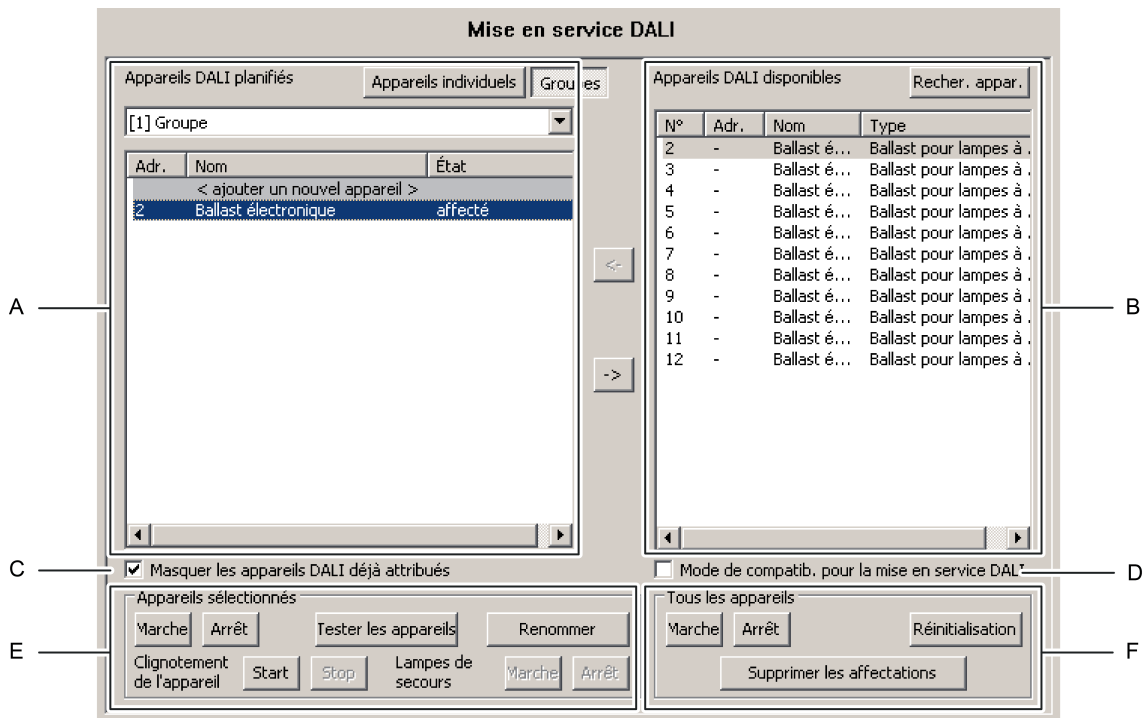

Figure 60: Parties de la fenêtre de l'environnement de mise en service
La fenêtre de l'environnement de mise en service du plug-in est divisée en deux parties. Les équipements trouvés dans le système DALI sont listés dans la partie droite de la fenêtre. Les groupes créés sont affichés dans la partie gauche de la fenêtre. L'affectation des appareils DALI aux groupes ou appareils individuels conçus s'effectue également à cet endroit (figure 60).
Lors de la première mise en service, aucun équipement DALI n'est affiché dans la partie droite de la fenêtre (B) (figure 60). Pour poursuivre la mise en service, il faut tout d'abord chercher les équipements raccordés à la ligne DALI. Afin que la passerelle DALI puisse trouver et identifier tous les équipements DALI raccordés pendant la recherche des appareils, le système DALI doit être raccordé entièrement et activé sans interruption ! L'alimentation en tension secteur de la passerelle DALI doit en outre être activée.
Dans les cas particuliers, il est possible d'affecter les équipements à plus d'un seul groupe DALI lors d'une commande de groupes. D'habitude, il n'est possible d'affecter un équipement DALI qu'à un seul groupe. L'affectation des appareils est ainsi transparente et l'affectation unique évite les chevauchements de groupes et donc toute influence sur les valeurs de configuration et de retour d'informations. Si nécessaire, il est alternativement possible d'autoriser l'affectation sur plusieurs groupes. Pour ce faire, le champ de contrôle « Masquer les appareils DALI déjà affectés » (C) doit être désactivé dans la boîte de dialogue de mise en service du plug-in (figure 60). Il est ensuite possible d'affecter les équipements DALI à plus d'un seul groupe au cours de la mise en service en ligne.